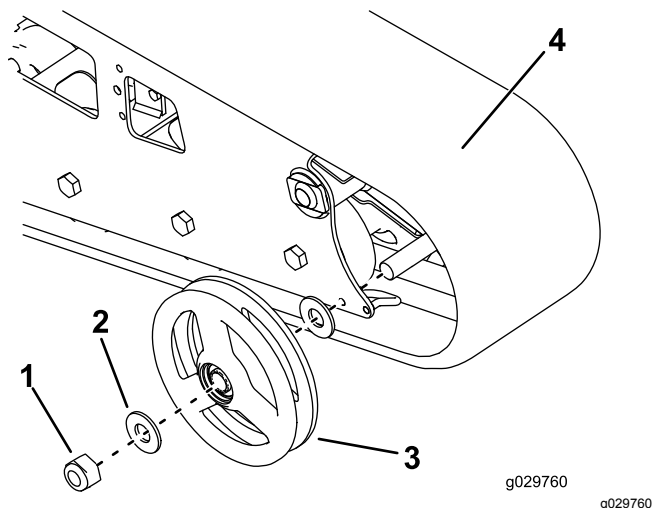

Figura 62
7. Retire la tuerca que fija la rueda delantera exterior y retire la rueda (Figura 62).
8. Retire la oruga (Figura 62).
9. Retire las 2 arandelas grandes de las ruedas exteriores, 1 de cada lado de cada rueda (Figura 62).
12. Instale la oruga nueva (Figura 62).
13. Instale la rueda delantera exterior y fíjela con la tuerca que retiró anteriormente (Figura 62).